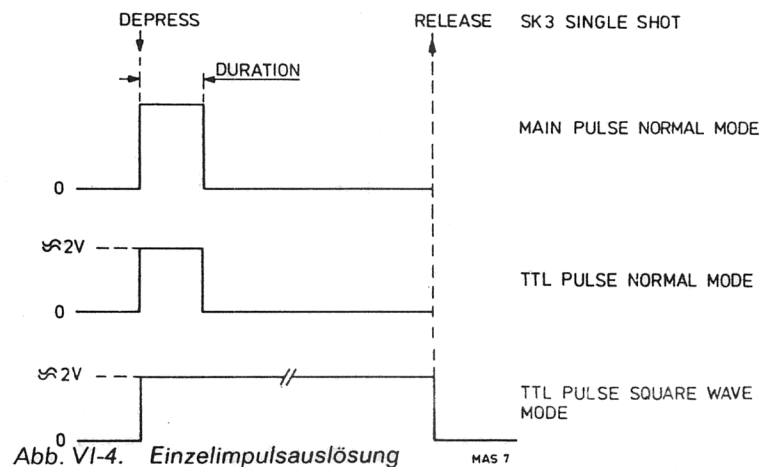

Abb. VI-4. Einzelimpulsauslösung
- Es wird nun ein Einzelimpuls nach Abb. VI-4 erzeugt. Dauer, Amplitude usw. werden mit den Bedieneingangsorganen auf der Vorderseite des Geräts eingestellt.
- Taste SINGLE SHOT drücken. Es erscheint ein einzelner TTL-Impuls von eingestellter Dauer. Siehe auch Abb. VI-4.
- Die eingestellte Impulsdauer hat keinen Einfluß. Vgl. Abb. VI-4.